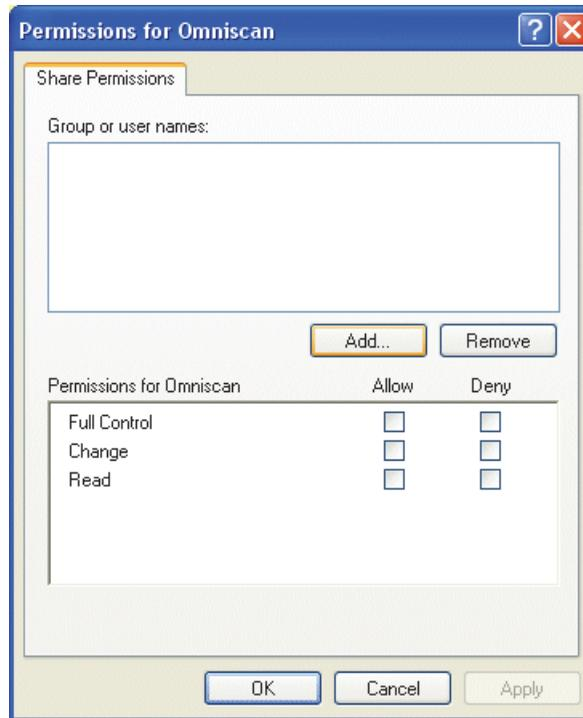

Figure 7-15 Boîte de dialogue **Permissions for OmniScan** (Windows XP)
7. Dans la boîte de dialogue **Permissions for OmniScan** (Autorisations pour OmniScan), cliquez sur **Add** (Ajouter) [voir la Figure 7-15 à la page 227].